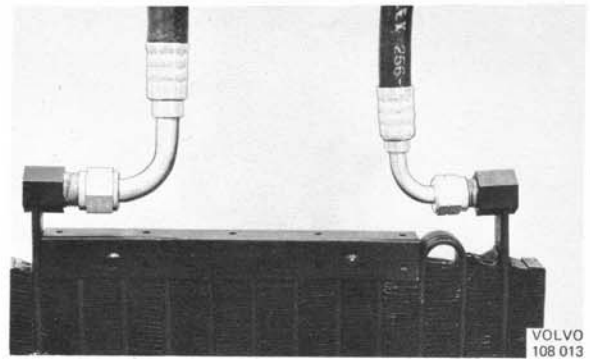

Abb. 70 Anschluß von Kältemittelschläuchen am Kondensator (164)
1. Soll ein neuer Kältemittelkondensator eingebaut werden, müssen die Kältemittelschläuche vorher auf diesen umgerüstet werden. Kältemittelschläuche nach Behandlung mit Niedertemperaturöl gem. Abb. 70 anschließen. Zum Festziehen der Verschraubungen einen zweiten Maulschlüssel als Gegenhalter benutzen, damit die Anschlußstutzen am Kondensator nicht verbogen werden.